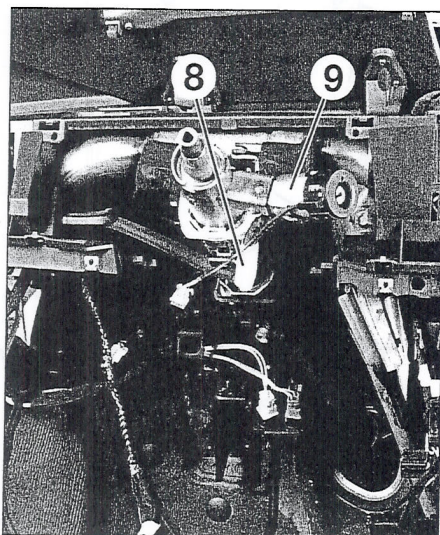
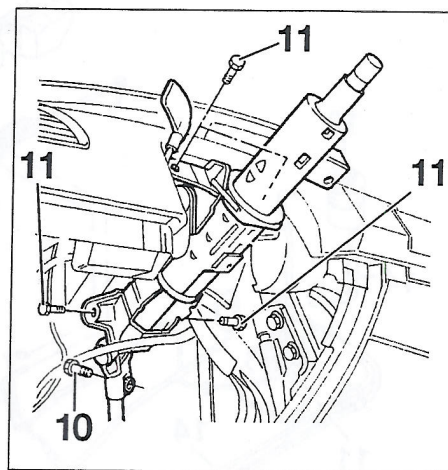

Figura 5-6
Figura 5-7
- Mover el guarnecido (1) y posicionar los tetones (3) enfrente de los orificios (4).
- Desmontar el soporte (5) y el guarnecido (1).
- Sacar el conector (6) del antirrobo de dirección (7) y extraerlo.
- Separar el cableado eléctrico (8) de la llave de contacto (9) (figura 5-6).
- Aflojar el tornillo de sujeción (10) de la junta de cardan sobre la caja.
- Desmontar las fijaciones (11) de la columna de dirección (figura 5-7).